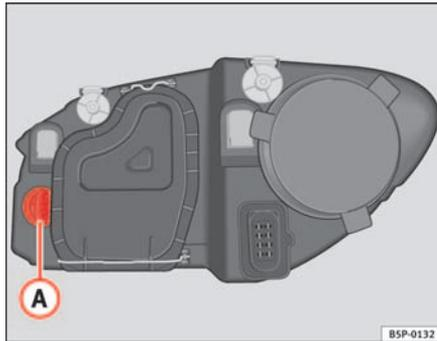

Fig. 174 Lámpara luz intermitente
- Gire el portalámparas ⇒ fig. 174 A a la izquierda y tirar.